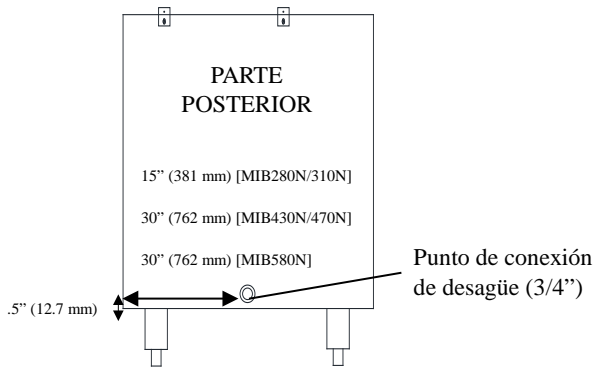

Fig.3
5. Conectar la tubería de la línea de desagüe al punto de conexión del desagüe en la parte posterior de la unidad (Fig.3).